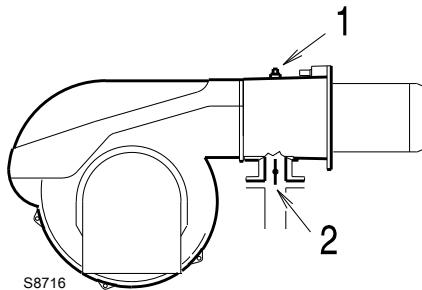

图 25
在测试点 1(图 25) 处测量的燃气压力，其中：
燃气蝶阀 2) (图 25) 处压力损失，此时燃气蝶阀开启至最大：90°
- 用在测试点 1(图 25) 处测量的燃气压力减去炉膛压力。
了解测试点 1(图 25) 处所需燃气压力，将燃烧器以最大出力运行，然后：
- 读出右边栏 1 所示插座压力 1)(图 25)。
测试点 1(图 25) 所需的压力。